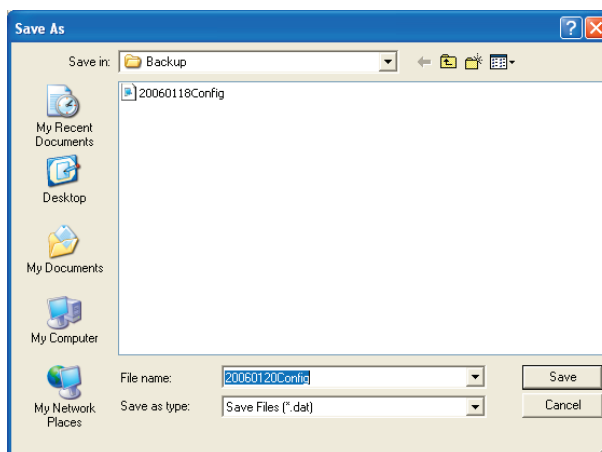

рисунок 8.18: Окно “Save schedule as”
- Если Вы щелкнете по Yes, появится стандартное Save As (см. рисунок 8.18). Выберите папку, в которой Вы хотите сохранить файл конфигурации, и щелкните по кнопке Save.